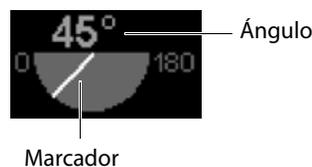

Figura 7 Indicador del plano de exploración
Un indicador del plano de rotación en la pantalla del sistema muestra la orientación. Un marcador y un valor indican el ángulo del plano de exploración. Consulte Figura 7. La pantalla muestra el ángulo relativo a la posición estándar en modo monoplanar, presentada como 0°. El ángulo del plano de exploración varía de 0 a 180°.
- 4 Confirme que la imagen en la pantalla cambia en relación con los números en el indicador del plano de exploración. Consulte Figura 7.